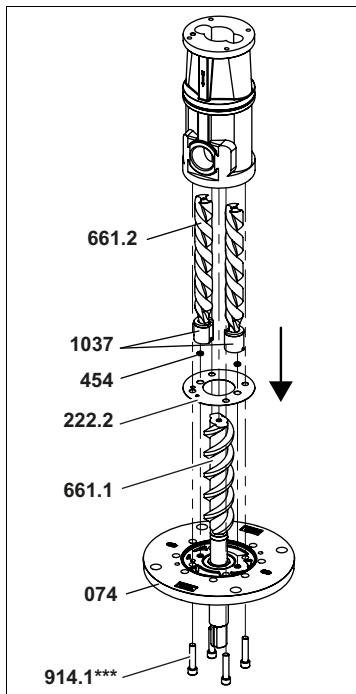

Fig. 28
- Nettoyer soigneusement les surfaces d'étanchéité. Insérer les bagues d'étanchéité de section carrée **454** et le nouveau joint plat **222.2** dans le couvercle à bride, ce faisant respecter les évidements pour les bagues d'étanchéité de section carrée. Pousser le jeu de coussinets **1037** composé du coussinet et du disque segmenté sur les arbres des vis annexes **661.2**, voir Fig. 28, page 39.